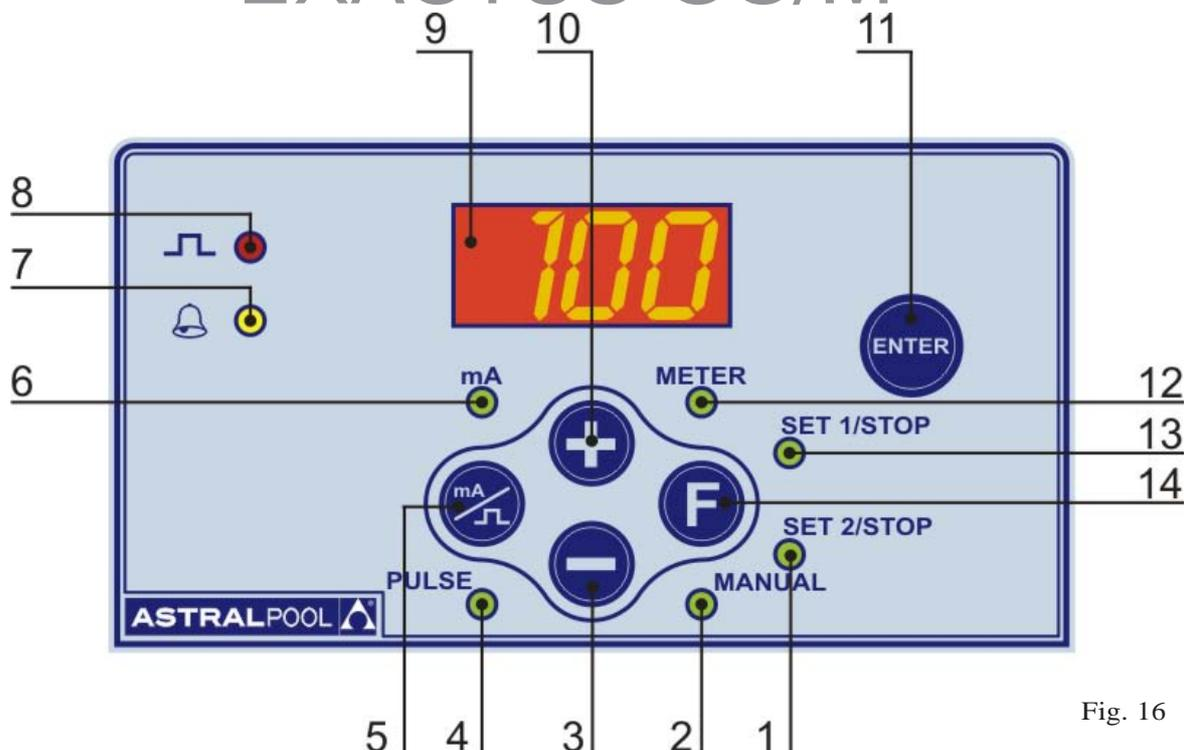

Fig. 16
8.1 - COMANDI (Fig. 16)
8.6 - IMPOSTAZIONE PARAMETRI (Fig. 16)